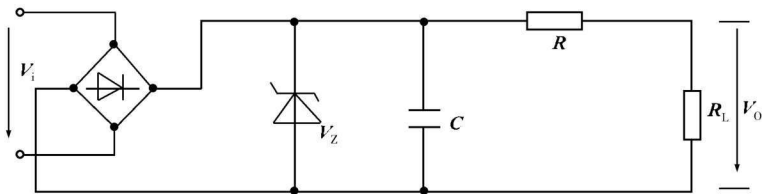

图 1-1-13
5. 指出图 1-1-13 所示稳压电路中的错误, 说明原因, 并改正之。